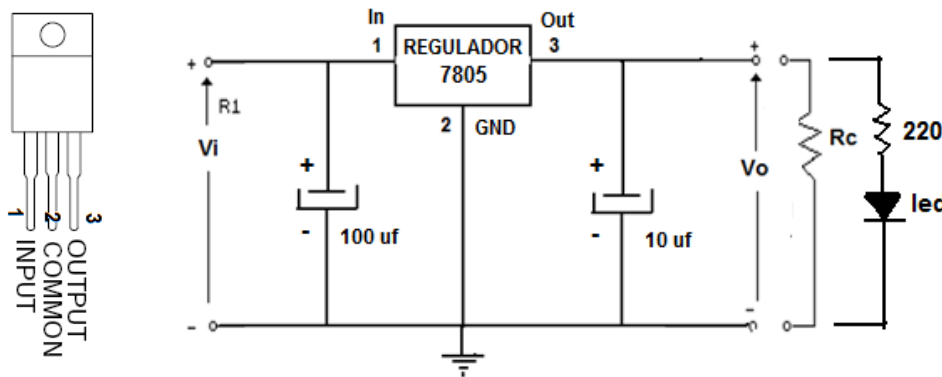

Figura 9: Regulador 7805 (5V, 1 Amp)
1. Construya el circuito de la figura 9. (Idem metodología del punto B usando el Simulador) Incorpore instrumentos de medición.
2. Desarrollar y ensayar el circuito de la figura 9.